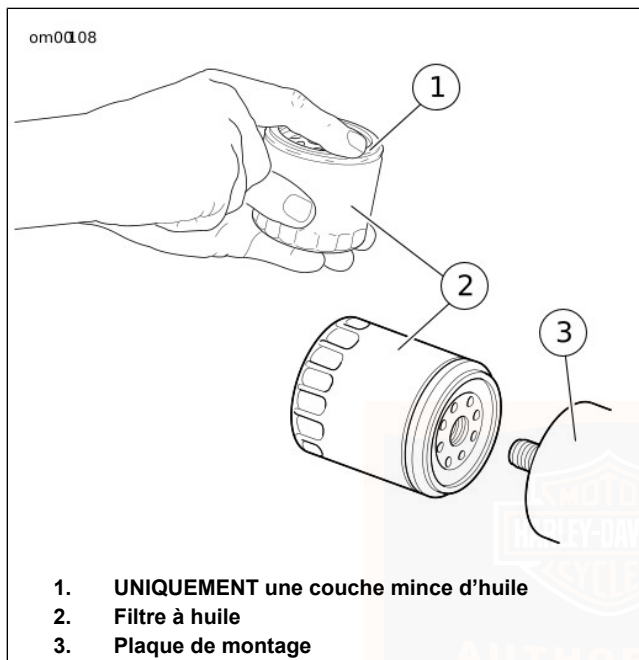

Figure 31. Application d'une couche mince d'huile
6. Voir la Figure 31. Appliquer une fine couche d'huile sur la surface de contact du joint sur la plaque de montage, le joint et le nouveau filtre à huile.